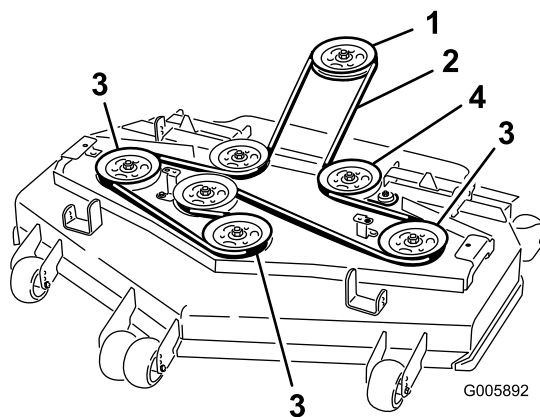

Figura 63
8. Installate la nuova cinghia attorno alle pulegge (Figura 63).